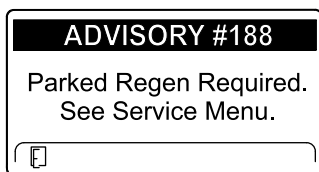

Рисунок 53
- Требуется стационарная регенерация ИНФОРМАЦИОННОЕ СООБЩЕНИЕ № 188 (Рисунок 53)